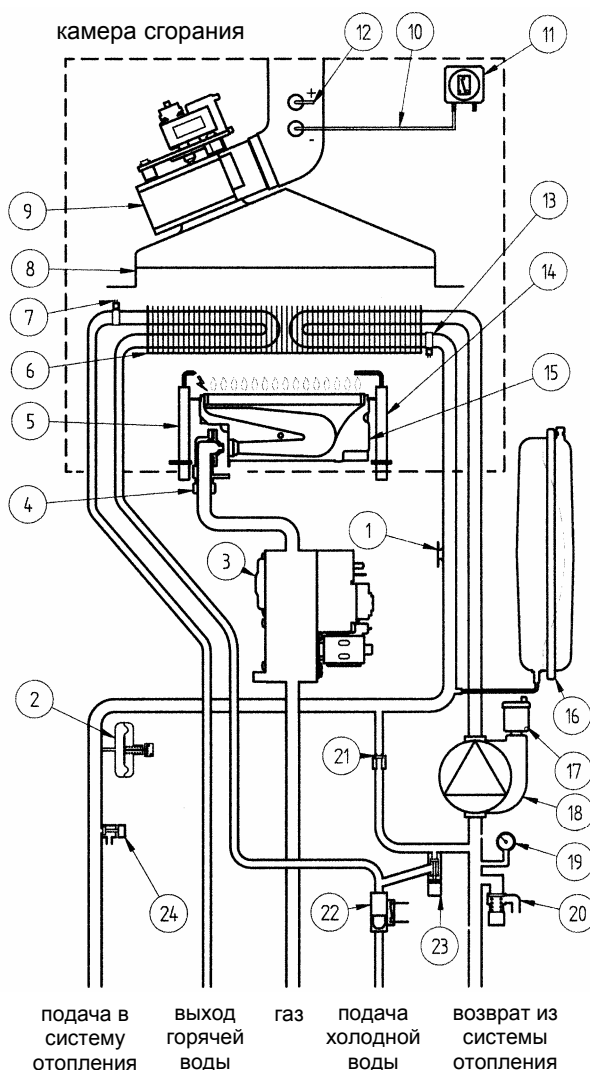

Рис.20
Данное устройство (позиция 15 Рис.20)-обеспечивает включение основной горелки при условии исправной работы вытяжного дымохода.
- нет контакта между трубкой Вентури и датчиком тяги (позиции 16-17 Рис.20)
- **Термостат перегрева** - благодаря датчику (позиция 11 Рис.20 – 21), установленному на выходной трубе первичного теплообменника, в случае перегрева воды первичного контура прекращается подача газа в горелку. При этом котел останавливается. После устранения причины, вызвавшей блокировку, возможно повторное включение. Для этого необходимо кратковременно (примерно на 2 сек) перевести переключатель режимов (Рис.2) в позицию (R).
Электрод для определения наличия пламени (позиция 18 Рис.20), расположенный с правой части горелки, гарантирует безопасность работы и блокирует котел при нарушении подачи газа или неполном горении основной горелки.
- **Водяной сбросной клапан системы отопления** (позиция 28 Рис.20) - настроен на давление 3 бар и установлен в системе отопления.